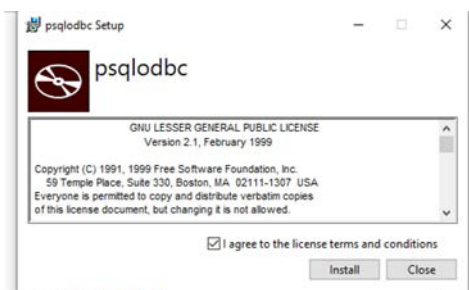

Рисунок 6 –Установка драйвера ODBC
1. После успешной установки PostgreSQL 18, начнется установка ODBC драйвера (Рисунок 6)